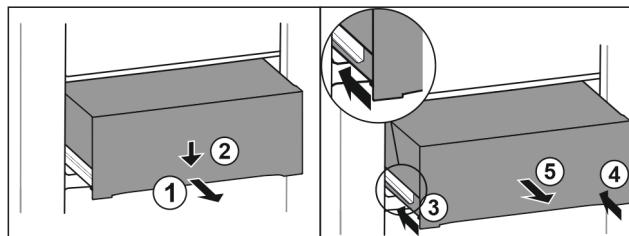

Fig. 104
- Zásuvku napůl vytáhněte. Fig. 104 (1)
- Stlačte zásuvku na přední straně dolů. Fig. 104 (2)
- Zasuňte levou kolejničku přibližně do 2 cm. Fig. 104 (3)
- Zasuňte pravou kolejničku přibližně do 2 cm. Fig. 104 (4)
- Vyměte zásuvku dopředu. Fig. 104 (5)